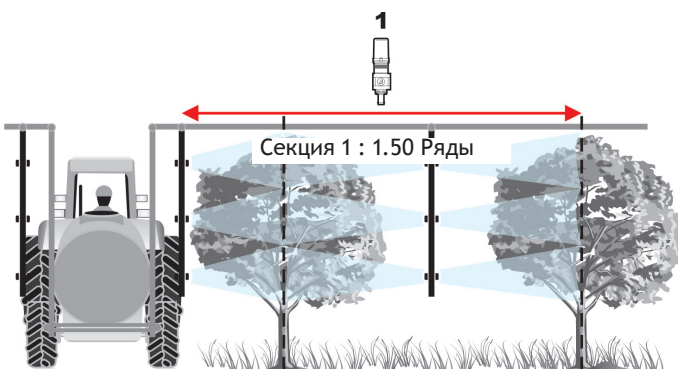

Рис. 35
- Секция 1 опрыскивает один полный ряд и только часть бокового ряда (Рис. 35 - заданное значение 1,50 Ряды);